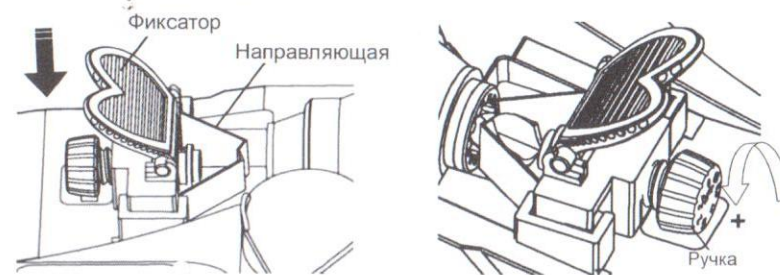

Рис. 4
- Установите нужную толщину среза (заточки) кромки сверла, повернув рукоятку на нужный параметр (См. Рис.4).